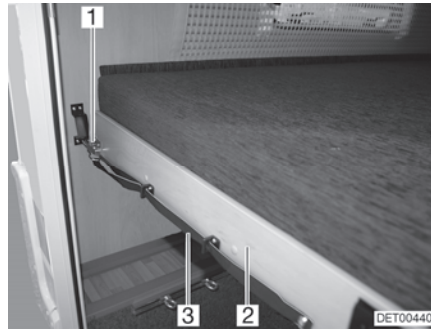

Fig. 77 Letto a castello (parte posteriore)
- Tirare l'asola (Fig. 77,3) e liberare il chiavistello (Fig. 77,1).
- Tirare in avanti il telaio portamaterasso (Fig. 77,2) con il materasso finché non si innesta.